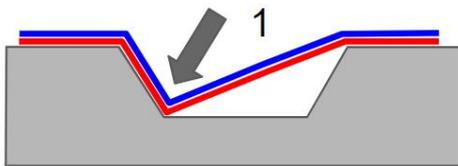

Fig.3
- 3) Presione con los dedos sobre la parte más profunda de la ondulación y asegúrese de que el film y la superficie entren en contacto al 100%. Caliente las zonas que todavía no hayan entrado en contacto con el sustrato y siga con cuidado la forma con los dedos. El uso de guantes ligeramente húmedos facilitará este proceso (mantenga siempre la temperatura entre  $35^\circ\text{C}$  y  $50^\circ\text{C}$  durante este paso). Fig.3